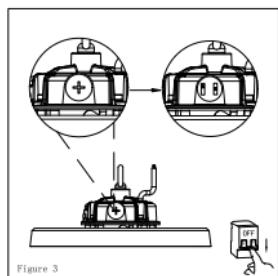

Figure 3
3. Spegnere la corrente prima di selezionare potenza e temperatura colore. Aprire il coperchio, selezionare la temperatura colore e potenza desiderata, chiudere il bene il coperchio per prevenire infiltrazioni d'acqua. (fig.3)
3. Open the sealing cover on top of the driver, turn off the power before adjusting the colour temperature and power, adjust the required colour temperature and power according to the prompts on the shell, in order to prevent water leakage, please tighten the sealing cover after adjustment. (see fig.3)